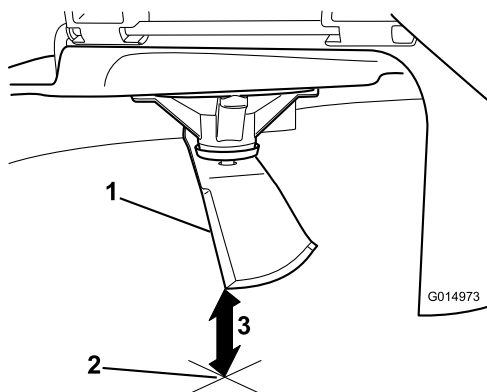

**Figura 58**
4. Ruotate la stessa lama di 180 gradi in modo che il tagliente opposto si trovi ora nella stessa posizione (Figura 58).